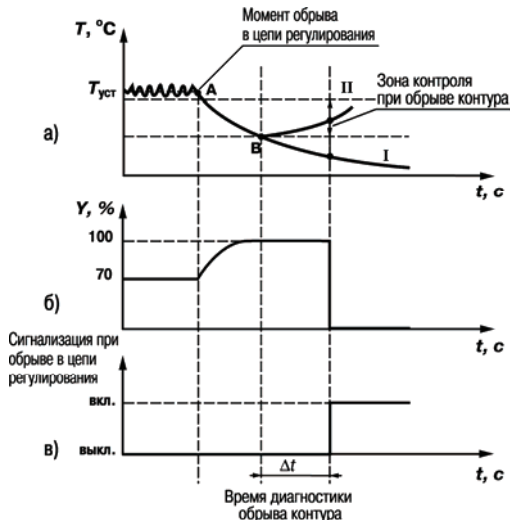

Рисунок 13
3.2.8.3.3. Приведем пример срабатывания устройства диагностики обрыва контура (рисунок 13).
В точке А нагреватель вышел из строя, и температура начинает уменьшаться (рисунок 13, а). Регулятор увеличивает выходной сигнал (рисунок 13, б), контролируя отклик системы. Поскольку температура продолжает уменьшаться, рассогласование растёт, и значение Y достигает 100 %. В момент достижения $Y = 100$ % (точка В) прибор начинает отсчет «времени диагностики обрыва контура» Δt .
Если по истечении этого времени температура продолжает уменьшаться, сигнализация срабатывает (кривая I на рисунке 13, а). Если температура стала расти, но за время Δt изменение температуры не превысило «ширину зоны диагностики обрыва контура» (кривая II на рисунок 13, а), сигнализация также срабатывает (рисунок 13, в).